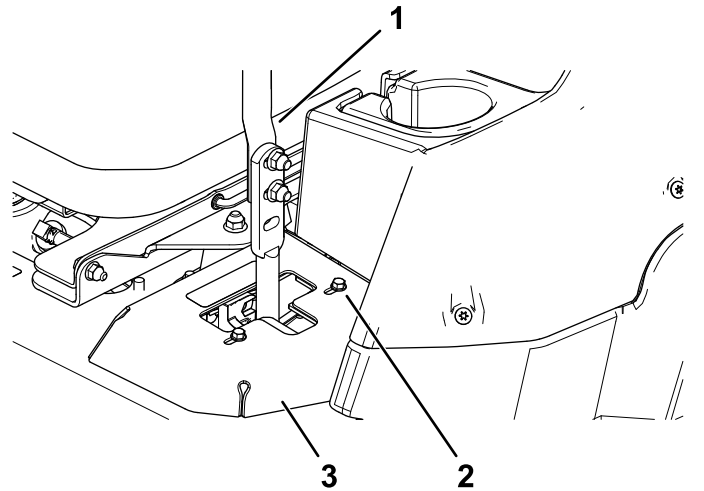

Figure 56
- Si elle se déporte à droite, desserrez les boulons et déplacez la plaque de butée gauche en arrière sur la fente en T gauche, jusqu'à ce que la machine se déplace en ligne droite (Figure 56).
- Si elle se déporte à gauche, desserrez les boulons et déplacez la plaque de butée droite en arrière sur la fente en T droite, jusqu'à ce que la machine se déplace en ligne droite (Figure 56).
6. Serrez les boulons de la plaque (Figure 56).